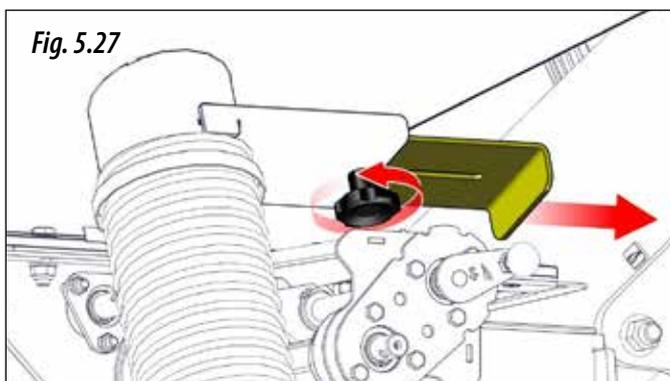

Fig. 5.27
- 2- Agir sur les goulottes d'évacuation en desserrant la molette et en tirant la porte. La trémie ou la fente de trémie correspondante (figure 5.27) commence alors à se vider.